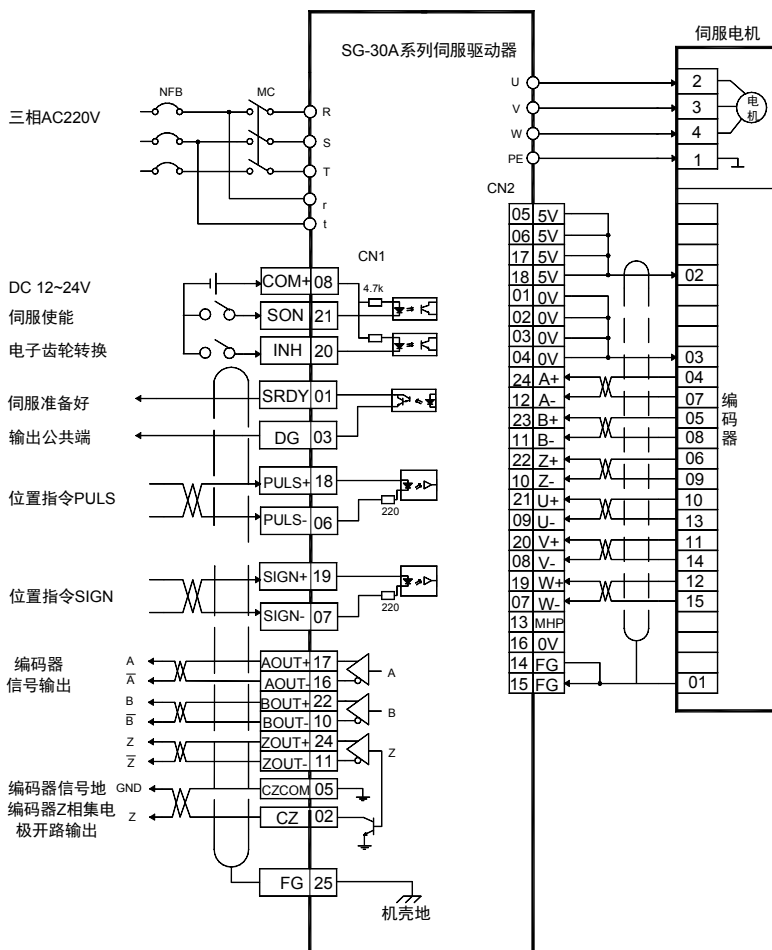

图 7.10 动态电子齿轮使用接线图
- 按图 7.10 接线，主电路端子，三相 AC220V 接 R、S、T 端子。